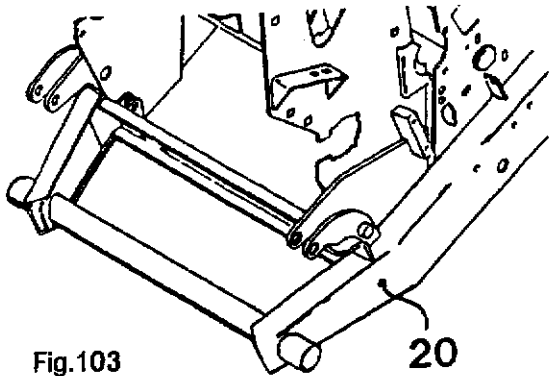

Fig.103
Raccourcir de 250 mm les deux bras du mécanisme de levage (20) (voir fig. 103).
La tête de récolte est sur les pieds d'appui. L'ensileuse Hesston est approchée. Le moteur à huile OMT 250 est attaché et assuré. Introduire de la tête de récolte jusqu'à l'arrêt et bloquer (voir fig. 103). Joindre la tête de récolte avec l'ensileuse par les barres d'attelage (46) et assurer, afin que les arrêts A + B collent sans jeu sur le roulement de précompression.